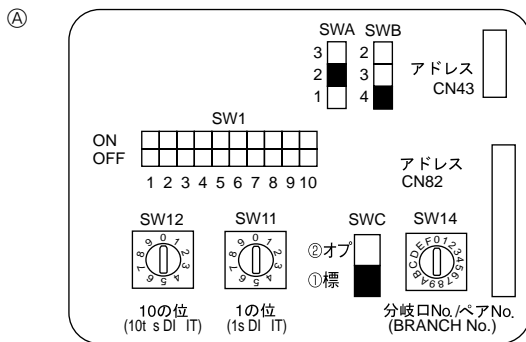

Fig. 4-4
4.5. Установка адресов (Fig. 4-4)
- (A) Адресный щит
4.6. Установка переключателей при высоком потолке или при изменении числа выходов воздуха (Fig. 4-4)
④	4 направления	2,7 м	3,2 м	4,5 м
③	3 направления	3,0 м	3,6 м	4,5 м
②	2 направления	3,3 м	4,0 м	4,5 м
4.7. Определение температуры в помещении встроенным датчиком пульта дистанционного управления (Fig. 4-4)